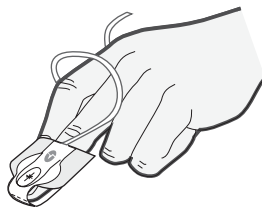

Figura 8
5. Con il trasmettitore sull'unghia, fare aderire le alette attorno al dito (vedere la Figura 8).